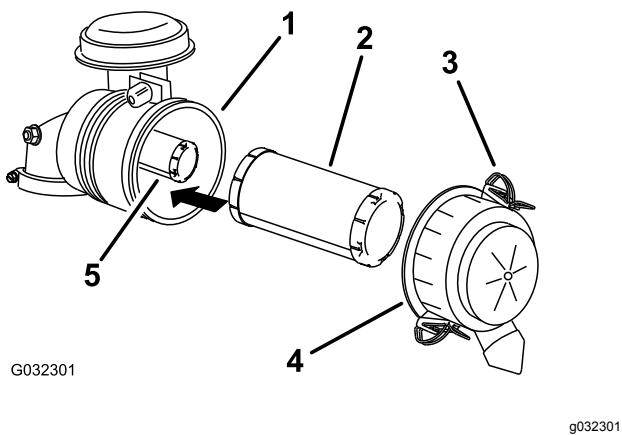

Figure 43
3. Ouvrez les dispositifs de verrouillage du filtre à air et détachez le couvercle du boîtier du filtre (Figure 43).
5. Sortez le préfiltre du boîtier du filtre avec précaution (Figure 43).
2. Si vous remplacez l'élément de sécurité, glissez-le avec précaution dans le boîtier du filtre (Figure 43).
3. Placez ensuite le préfiltre sur l'élément de sécurité avec le même soin (Figure 43).
4. Reposez le couvercle du filtre à air, le côté portant l'inscription **UP** en haut, et fermez les dispositifs de verrouillage (Figure 43).